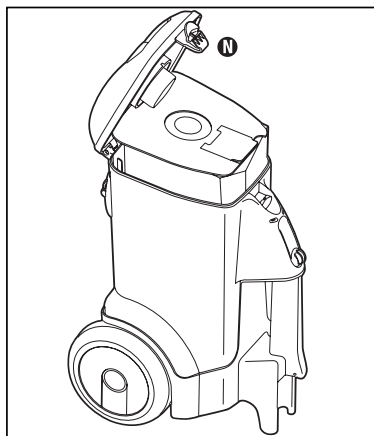

Fig. 10
Étape 2 : Ouvrez le couvercle en appuyant sur le verrou du capot **N** (Fig. 10).